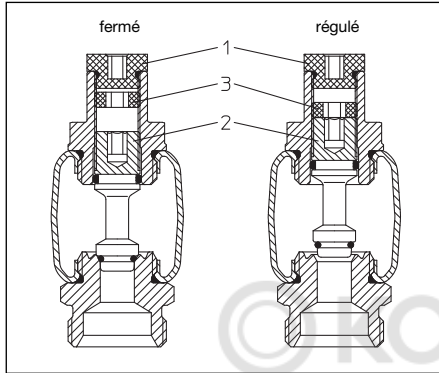

Fig. 7.1: Réglage des mécanismes
7.2. Réglage des mécanismes (fig. 7.1)